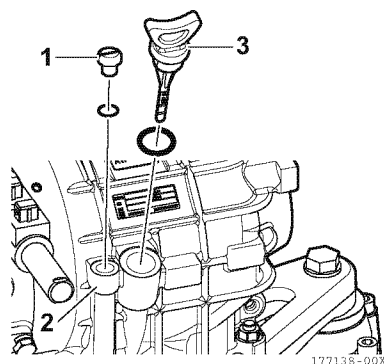
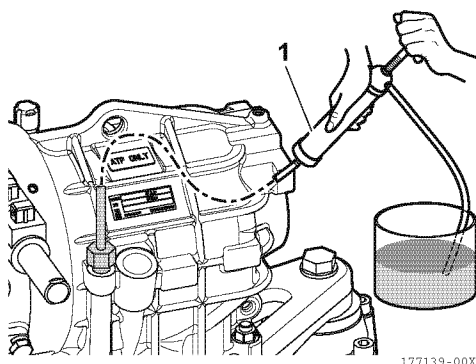

Figura 9
Figura 10
1. Il cambio dell'olio va effettuato rimuovendo il tappo (1, **Figura 9**) dal tubo di aspirazione dell'olio (2, **Figura 9**).
L'aspirazione può essere eseguita usando una pompa manuale (1, **Figura 10**).
2. Spingere il flessibile della pompa manuale (1, **Figura 10**) attraverso il tubo di aspirazione (2, **Figura 9**) e aspirare il liquido.
3. Svitare l'astina dell'olio (3, **Figura 9**).
5. Avvitare l'astina dell'olio (3, **Figura 9**).